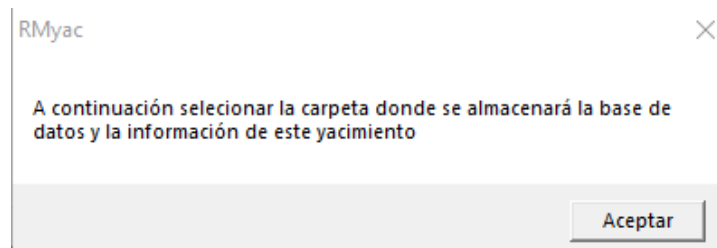

Figura 161. Ventana emergente.
7. Para escoger la carpeta en la cual se va a guardar el archivo, presionar aceptar en la ventana emergente. Figura 161.